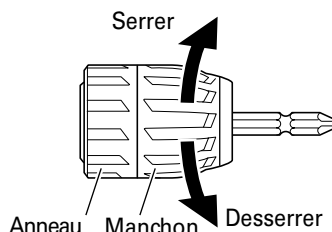

Fig. 9
- Montage de la foret Après avoir mis un foret de tournevis etc dans le mandrin sans clé, maintenir fermement l'anneau et serre le manchon en le tournant vers la droite (dans le sens des aiguilles d'une montre, vu de l'avant) (Voir en Fig. 9).